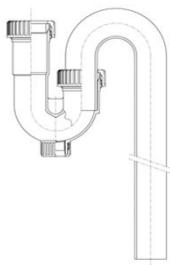
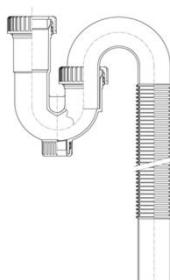

図3－直管
図4－フレキシブル管
- ・器具排水管には、図3に示す直管と図4に示すフレキシブル管がある。